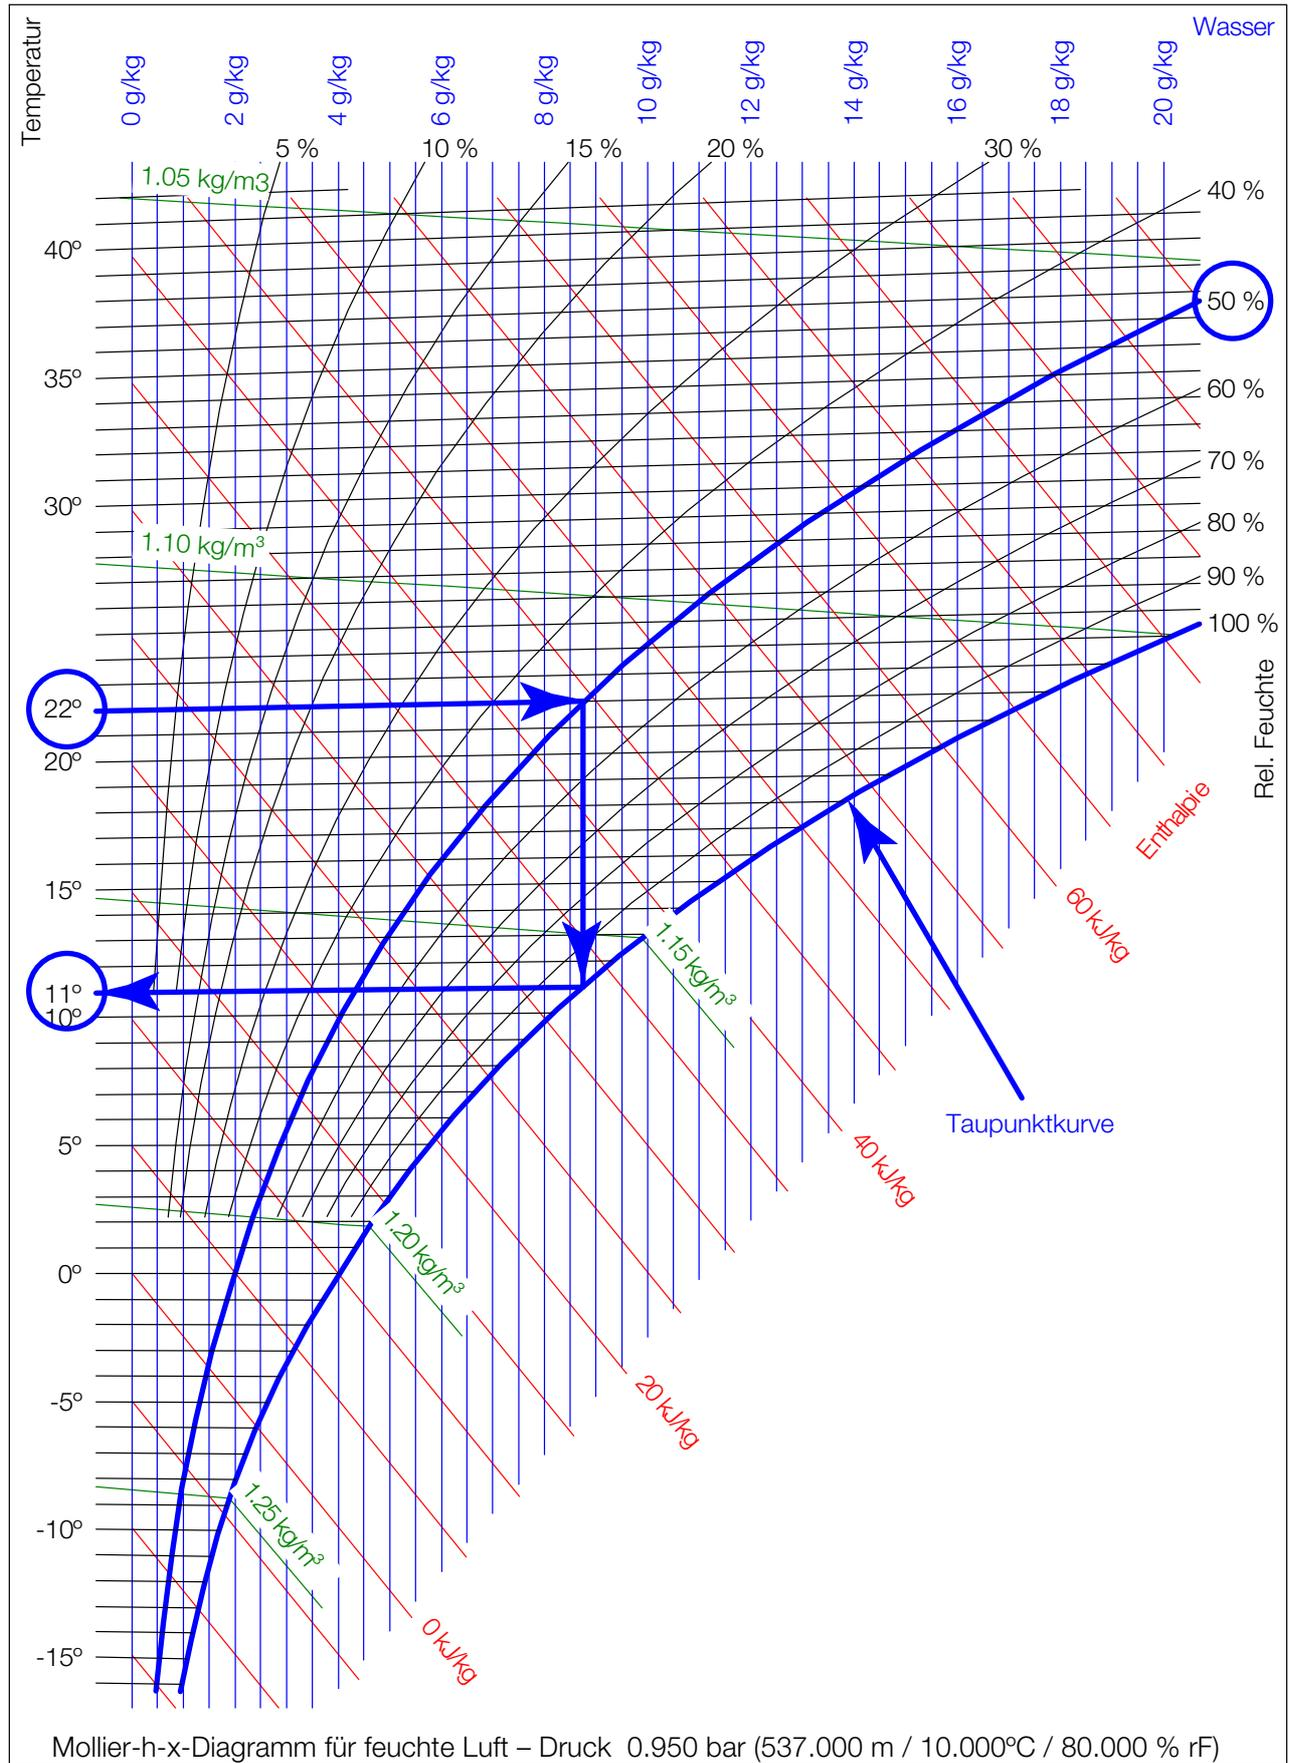

Abb. 6: Mollier-h-x-Diagramm für feuchte Luft
**Hinweis:** Bei den CW-Geräten muss die Wasservorlauftemperatur stets so gewählt (geregelt) werden, dass sie bei bestehender Umgebungstemperatur und -luftfeuchtigkeit im Rechenzentrum ständig über dem Taupunkt liegt. Der Taupunkt lässt sich aus dem Mollier-h-x-Diagramm ersehen (Abb. 6). Es wird darüber hinaus die Einhaltung des ASHRAE-Standards „ASHRAE TC 9.9, 2011 Thermal Guidelines for Data Processing Environments“ empfohlen.
Mit den gegebenen Konditionen muss anhand des Mollier-h-x-Diagramms geprüft werden, ob bei einer Kühlung mit der gegebenen Kaltwassertemperatur der Taupunkt unterschritten wird (Abb. 6 „Mollier-h-x-Diagramm für feuchte Luft“).